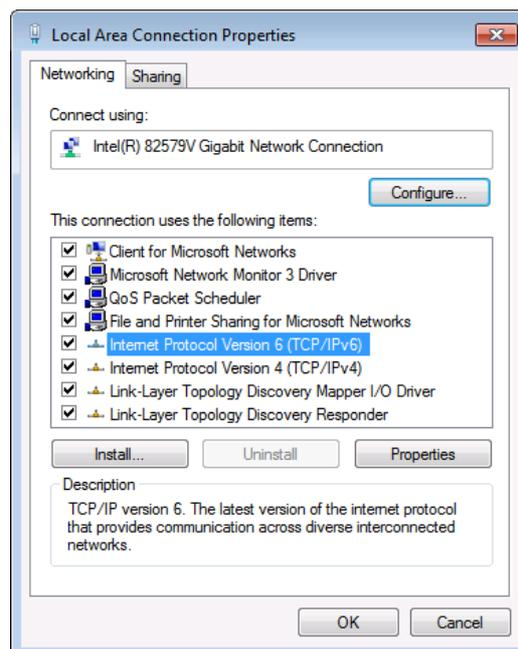

Figure 14: Local Area Connection Properties Window
3. デバイスへの接続に使用するネットワーク アダプターを強調表示し、“この接続の設定を変更する” をクリックします。図14 に示すように、選択したネットワーク アダプターの“ローカル エリア接続のプロパティ” ウィンドウが表示されます。